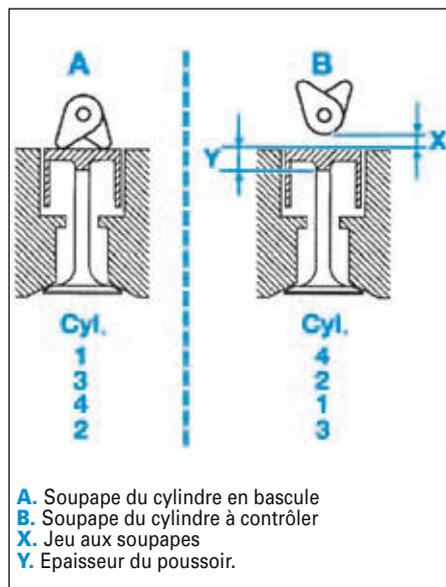
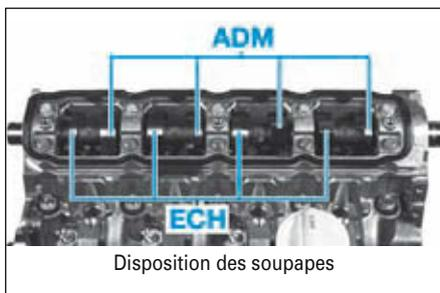

FIG.1
FIG.2
- Noter le jeu mesuré et procéder de la même manière pour les cylindres n° 2, 1 et 3 en respectant l'ordre préconisé (Fig.1) et (Fig.2).